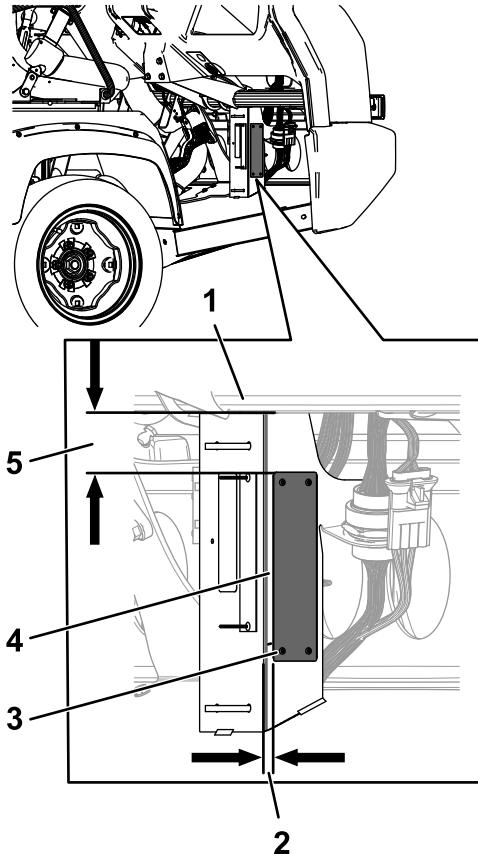

**Figure 7**
2. Frappez le numéro de série sur la machine à l'emplacement indiqué à la Figure 7.